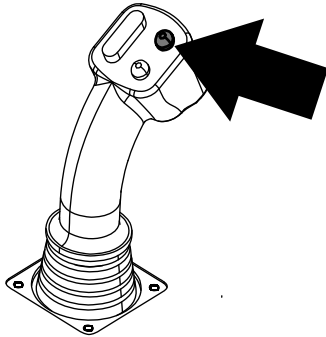
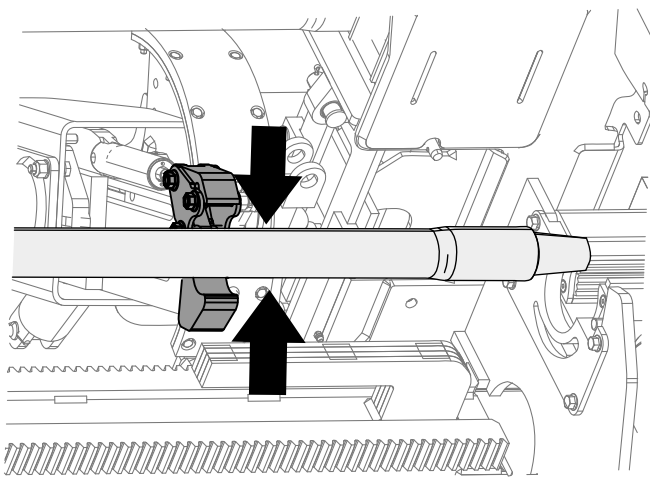

Рисунок 11
Рисунок 12
6. Удерживайте нажатой верхнюю кнопку на джойстике, чтобы захватить трубу (Рисунок 11 и Рисунок 12), и отпустите кнопку.